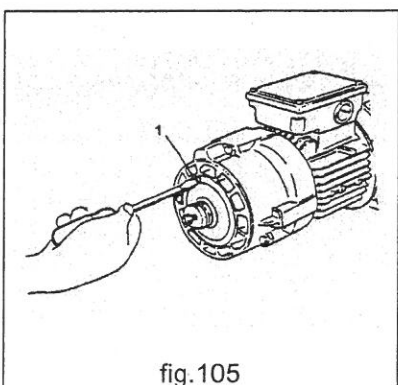

fig.105
- togliere la vite **1** (fig.105)